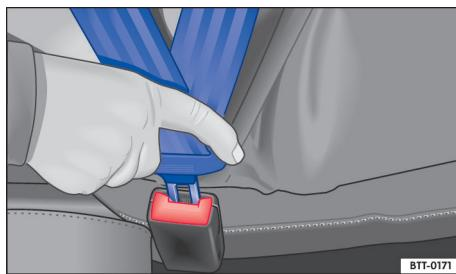

图 23 安全带锁扣和插口
- 将锁舌插入所属座椅的安全带锁扣内，下压，直至听到啮合声→ 图 23。安全带锁舌被锁扣锁止。